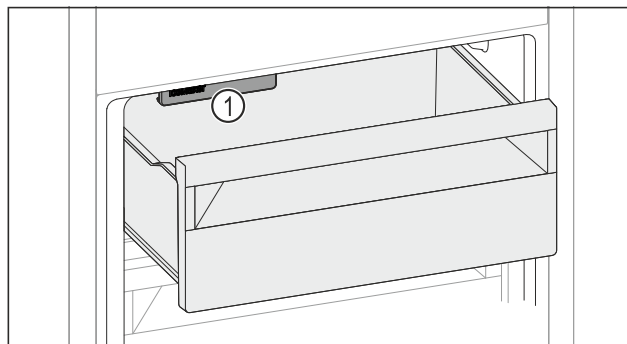

Fig. 266
- Observera IceMaker Fig. 266 (1).